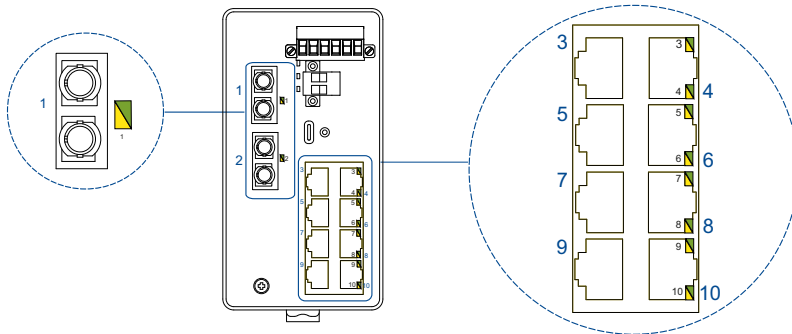

Abb. 3: Position der LED-Anzeigeelemente bei Gerätevarianten mit 8 × RJ45-Buchsen
- ▶ Die Position der LED-Anzeigeelemente bei Gerätevarianten mit 8 × RJ45-Buchsen entnehmen Sie der Abbildung 3. Die Bedeutung der LED-Anzeigeelemente entnehmen Sie der Tabelle 5.